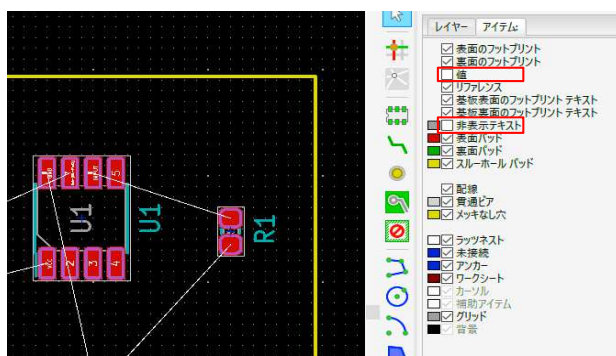

図9-15
①右ツールバーの右にある「アイテム」タブをクリックします
②「値」と「非表示テキスト」のチェックを外します。 図9-15 レイアウトから部品定数などの表示が消えます。